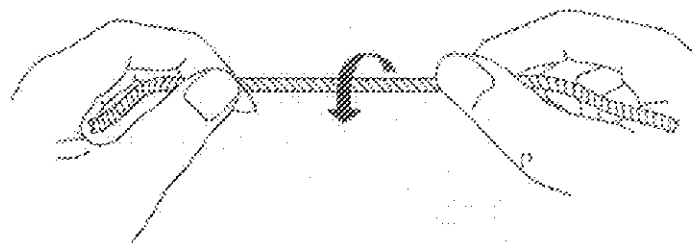

Рис. 5
8. Выбор нити (Рис. 5)
Игольная нить должна быть нитью левой крутки; шпульная нить может быть нитью левой или правой крутки. Способ определения направления крутки нити: держите нить левой рукой, закручивайте ее в направлении, показанном на Рис. 5, если нить закручивается с трудом, это нить левой крутки, наоборот – нить правой крутки.